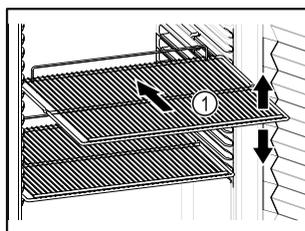

Fig. 71 Immagine a titolo di esempio
- ❑ Se è possibile spostare i ripiani Fig. 71 (1), regolarli in altezza.